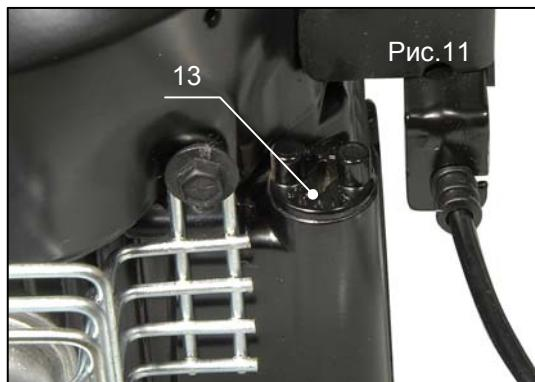

Рис.11
2. Открутите масляную пробку (поз.13, рис.11).